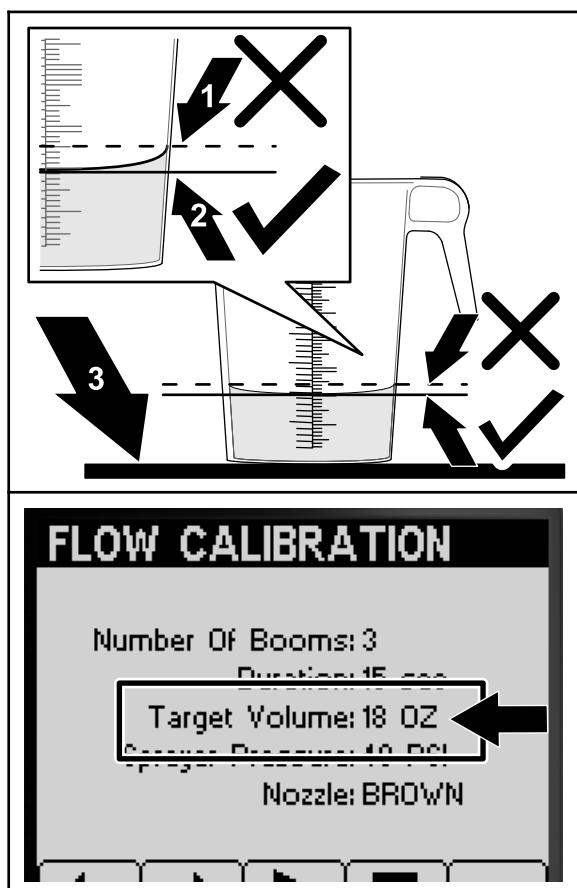

Figure 52
6. Placez le récipient gradué sur une surface plane et horizontale, et notez le volume de liquide (Figure 52).
7. Comparez le volume de liquide dans le récipient gradué et le volume cible affiché sur l'écran de l'InfoCenter (Figure 52).